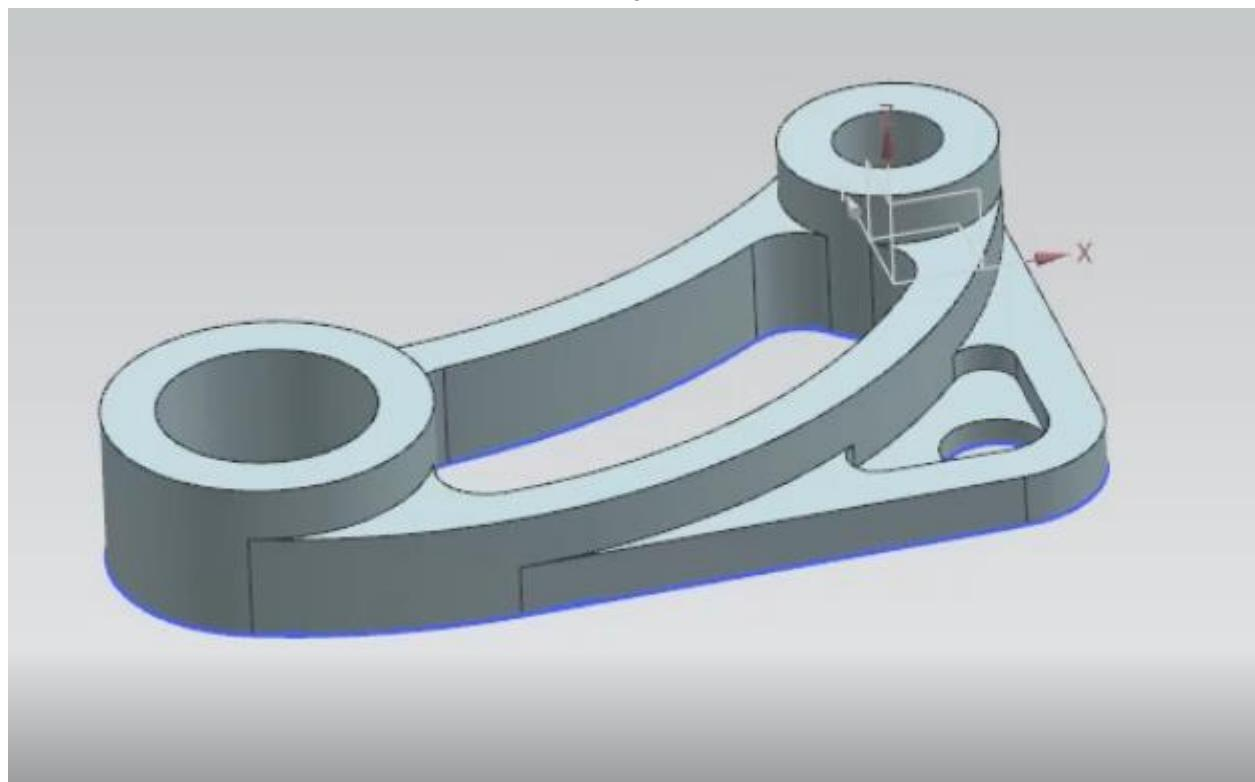

Рисунок 47 – Модель детали. Результат.
4. Выполнить «Вытягивание» контуров таким образом, что большинство поверхностей, образующих ее форму, плавно переходят одна в другую (см. Рисунок 47).